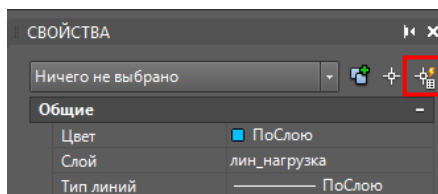

Рис.14.17. Окно **Свойства**
- Вызовите диалоговое окно **Быстрый выбор** (рис.14.18) щелчком по команде  - **Быстрый выбор** (рис.14.17) в окне **Свойства**.